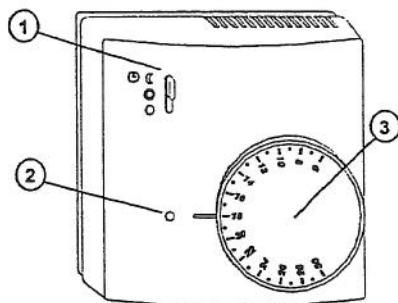

Fig. 1
Ved begge funktioner (varme/køling) er det muligt at anvende natsænkningfunktionen, såfremt der er tilsłtet en timer til systemet. Natsænkningfunktionen ændrer temperaturen med  $\pm 3^\circ\text{C}$ . Den kan aktiveres ved at sætte knappen (1) [fig. 1] i øverste stilling. Når knappen står i denne position, sender rumtermostaten signaler til modtageren om at reducere temperaturen i de perioder, hvor natsænkning er indstillet på timeren. Dette signal kaldes "reduceret signal", mens et normalt signal kaldes "comfort signal".
Ved at tilsłtte et timermodul til modtageren, kan man kontrollere, hvornår man ønsker at regulere temperaturen op/ned med  $3^\circ\text{C}$ . Hvis der ikke tilsłttes en timer til systemet og knappen (1) [fig. 1] står på "PROGRAM", så vil systemet gå i permanent natsænkning, dvs. holde en temperatur, der ligger  $3^\circ\text{C}$  under den indstillede temperatur. Vælger man derimod at sætte knappen på "COMFORT" vil termostaten altid regulere temperaturen uden reduktion.
Rumtermostaten er forsynet med 2 stk. alkaline 1,5V batterier type AAA. Rumtermostaten er forsynet med en rød diode (2) [fig. 1], som vil blinke hver 20. sekund, hvis batterierne skal skiftes. Under normal drift er der IKKE lys i denne diode.
På fronten af termostaten [fig. 1] findes følgende:
D) Sæt programvælgerknappen (1) fig. 1. i OFF-position (nederst position), og tryk på RESET-knappen (12) fig. 5. Nu er termostaten i TEST-mode og den røde diode (2) blinker hver 3. sekund.
Batterierne skal naturligvis skiftes når disse er afladede. Dette kan ses på dioden (2) [fig. 1], der blinker hvert 20. sekund.
Knappen (1) [fig. 1] må ikke stå i OFF-position (nederste position) ellers begynder selv-testen.
Hvis man vil "provokere" systemet til at sende et signal til systemenheden, kan man flytte programvælgerknappen (1) [fig. 1] til, og derefter væk fra, position 0 (OFF). Nu sender rumtermostaten et signal til systemenheden, og dioden (2) [fig. 1] viser med et langt blink at der kaldes på varme/køling, eller med et kort blink, at der ikke behøves varme/køling.